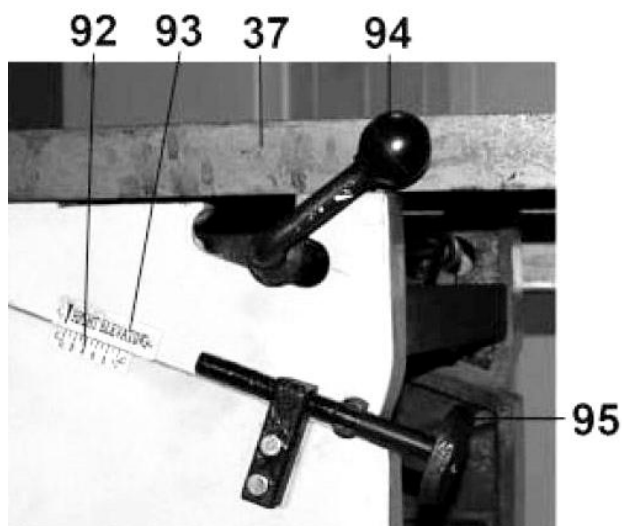

Рис. 23
- Установка занижения по высоте стола подачи (37) (Рис. 22) относительно приёмного стола (5) (Рис. 22) обеспечивает глубину строгания. Для установки глубины строгания ручкой (94) (Рис. 23) ослабьте фиксацию стола подачи (37) (Рис. 22, 23), вращением ручки (95) (Рис. 23) по указателю (93) (Рис. 23) и шкале (92) (Рис. 23) установите величину глубины строгания. Положение стола подачи (37) (Рис. 23) зафиксируйте ручкой (94) (Рис. 23).
- Для изготовления пиломатериалов с прямоугольными углами установите направляющую планку (6) (Рис. 22) под прямым углом к плоскости приёмного стола (5) (Рис. 23), для чего используйте угольник, шаблон, образец и т.п.